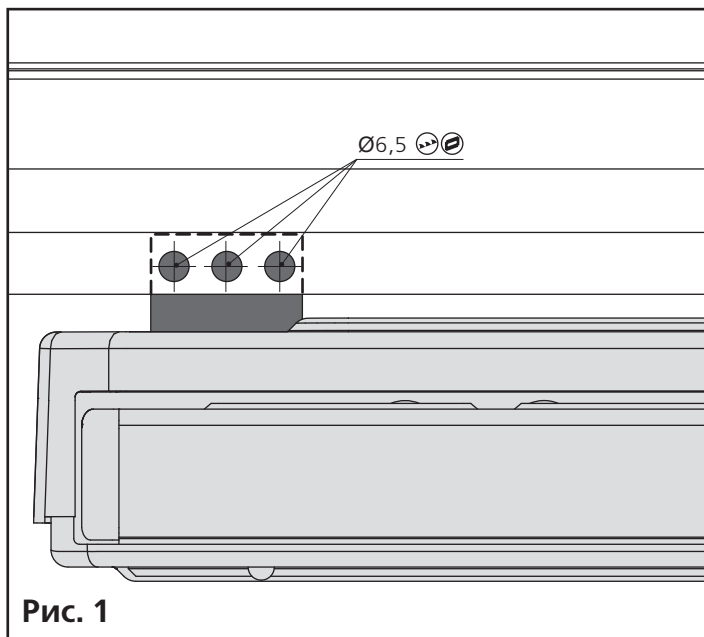
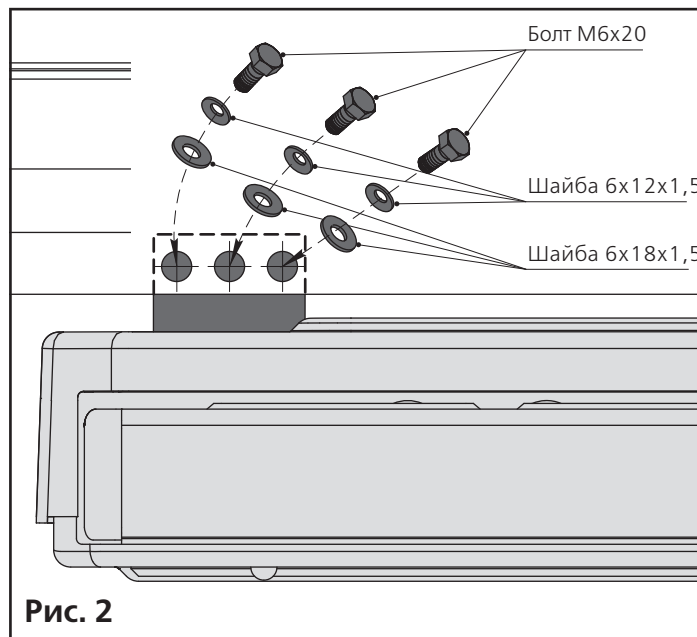

Рис. 1
Рис. 2
Просверлите отверстие $\varnothing 20$ мм на передней стойке проёма сдвижной двери. Установите выключатель подножки в отверстие, подсоединив его к колодке жгута выключателя подножки, см. рис. 1.
Расположите контроллер с внутренней стороны на пластмассовом кожухе, расположенном под водительским и пассажирским сидениями. (рис. 1) Просверлите два отверстия $\varnothing 5$ мм под крепление контроллера. Оденьте скобы для саморезов на металлическую пластину контроллера. Закрепите двумя саморезами 4,2x16 метизного пакета, см. рис. 2, рис. 3.
Для крепления клеммы провода массы «-», идущего от жгута питания необходимо выполнить отверстие $\text{Ø}6,5$ мм на любом месте внутренней стенки кузова, рядом с контроллером, как показано на рис. 1. Вокруг отверстия полностью удалите краску до металла для обеспечения надёжного контакта, как показано на рис. 2. При помощи болта М6 х14, шайбы 6 зубчатой и гайки М6 из метизного пакета, закрепите клемму провода массы «-», как показано на рис. 3. После затяжки болта М6 на поверхность с повреждённым лакокрасочным покрытием нанести антикоррозийную защиту, не содержащую кислоты.
2. Закрепите наружные кронштейны к каркасу подножки болтами и шайбами из метизного пакета (рис. 1).
3. В верхней крышке выполните две прорези для установленных кронштейнов, см. рис. 2 и установите её на место.
1. Расположите подножку снизу автобуса таким образом, чтобы она располагалась под проёмом сдвижной двери, а наружные кронштейны прижимались к ребру порога (рис. 1).
2. Закрепите к подножке внутренние кронштейны (рис. 2, рис 4 на стр. 15). Обратите внимание, что они должны прижиматься к нише штатной ступени автобуса.
По внутренним кронштейнам разметьте и просверлите в нише штатной ступени отверстия $\varnothing 9\text{мм}$. Расклепайте в отверстиях гайки-клёпки из метизного пакета (рис. 1, рис. 3).
Закрепите внутренние кронштейны подножки болтами, гайками и шайбами из метизного пакета (рис. 2, рис. 4).
Соедините колодки жгута проводов контроллера и жгута подножки. Закрепите жгуты проводов пластиковыми хомутами, см. рис. 1. Подайте питание на подножку вставив в колодку предохранитель.
- 2) Вручную задвинуть подножку (рис. 1).